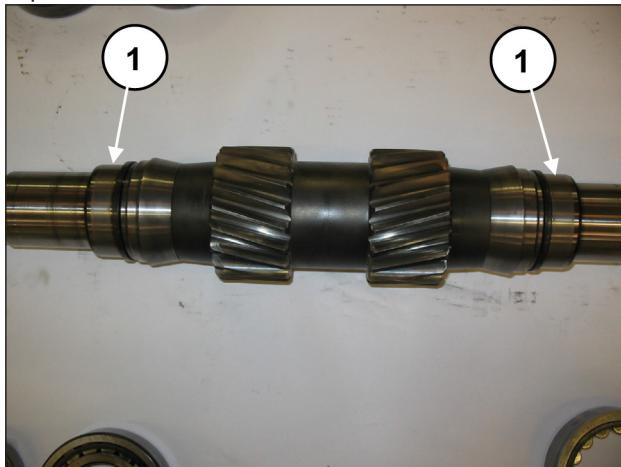

Abb. 52
setzen Sie die 2 Innenringe der Lager (einen pro Seite) auf die Zapfwelle (Pos. ①, Abb. 52).